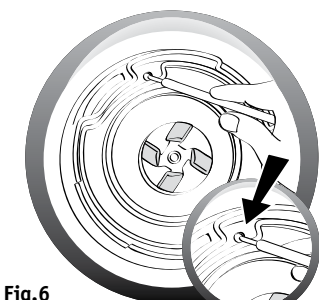

Fig.6
1. Desenrosque la unidad de las cuchillas **(B1)** de la botella **(B3)**. (Tenga en cuenta que las cuchillas están muy afiladas). Gire la unidad de las cuchillas **(B1)** cabeza abajo y presione con la barra de plástico suministrada **(D)** en el pequeño orificio de la parte inferior de la unidad de las cuchillas. Fig.6.